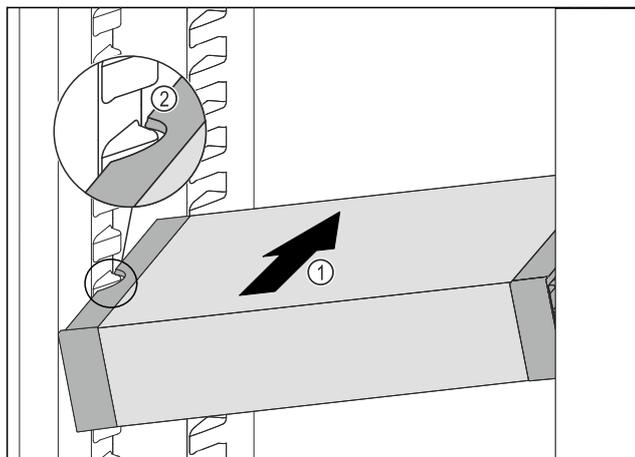

Fig. 82
- ▶ Вкарайте VarioSafe под ъгъл в хладилната част Fig. 82 (1), докато страничните прорези Fig. 82 (2) на VarioSafe се намират на височината на ребро на съда в хладилната част.